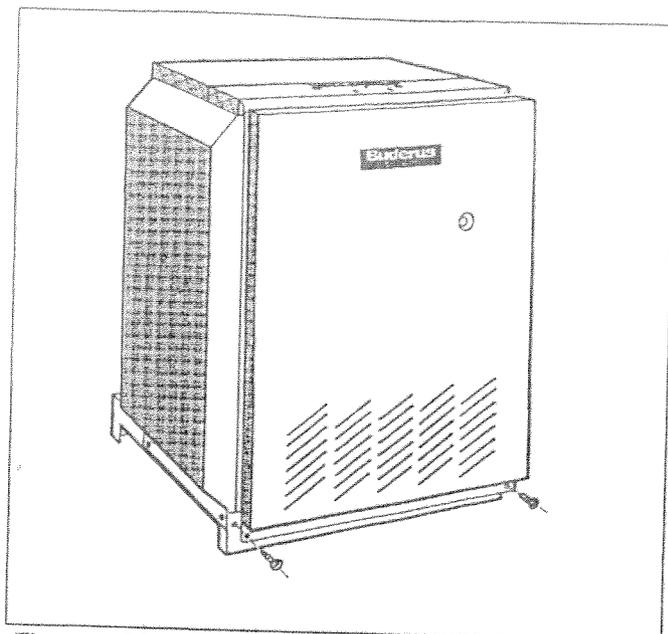

Fig. 4: Rimuovere il pannello anteriore della caldaia
- Svitare le viti di sicurezza in basso nel pannello anteriore della caldaia (Fig. 4).
- Sollevare il pannello anteriore della caldaia ed estrarlo dal davanti (Fig. 4).